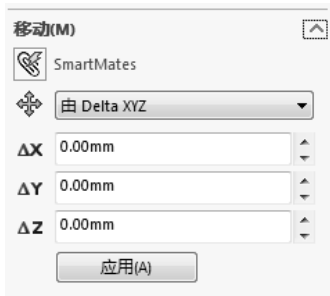

图 11-9 “由 Delta XYZ”设置
- 由 Delta XYZ: 在属性管理器中键入移动 Delta XYZ 的范围,如图 11-9 所示,然后